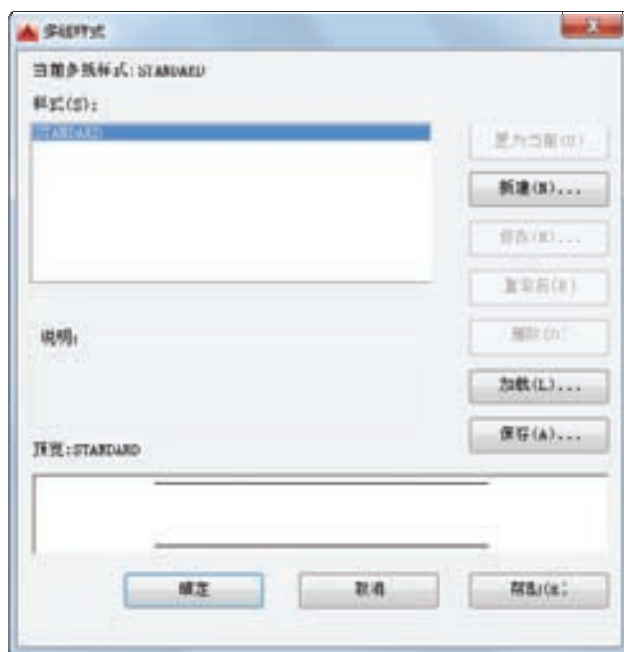

图 2-38 “多线样式”对话框
1) 确保设置显示菜单栏，从“格式”菜单中选择“多线样式”命令，系统弹出图 2-38 所示的“多线样式”对话框。其中，“样式”列表框用于显示已有的多线样式，“预览”框用于显示所选多线样式的图形预览效果。